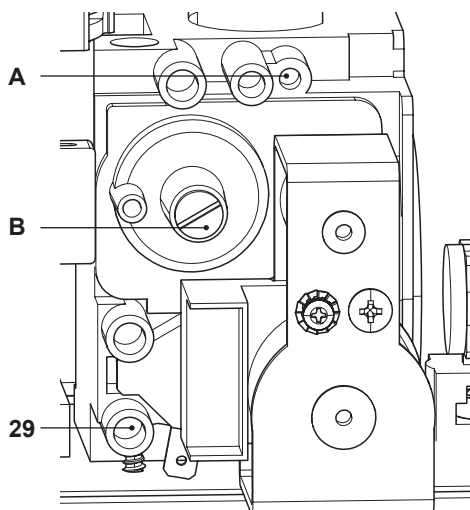

Figura 7.6
- A caldaia spenta (fuori servizio), controllare la pressione di alimentazione utilizzando la presa 29 in Figura 7.6 e confrontare il valore letto con quelli riportati nella tabella Pressioni di alimentazione gas nella sezione "Dati tecnici" pag. 24.
- Richiudere bene la presa di pressione 29 in Figura 7.6.
- Per tarare il **CO₂** della caldaia (pressione del gas al bruciatore) svitare completamente il tappo in ottone di protezione **B** e agire sulla vite a brugola \varnothing 4 mm sottostante Figura 7.6, girando in senso orario il **CO₂** aumenta.
- Se i due dati non coincidono agire sulla vite regolazione massimo RQ (**A** in Figura 7.6) della valvola gas e tarare il CO_2 allo stesso valore riportato nella sezione "Dati tecnici" in tabella "Dati in sanitario" pag. 24 (modello **M260V.2025 SM**) e pag. 28 (modello **M260V.3035 SM**). Girando in senso orario il CO_2 diminuisce.